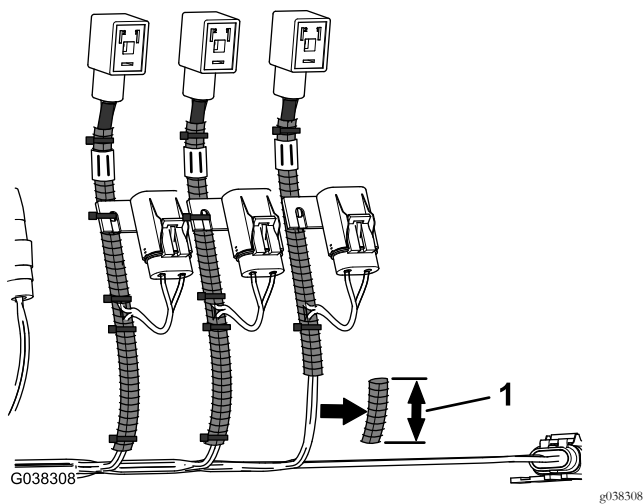

Рисунок 30
- Удалите часть гофрированной трубки длиной 76 мм, как показано на Рисунок 30.